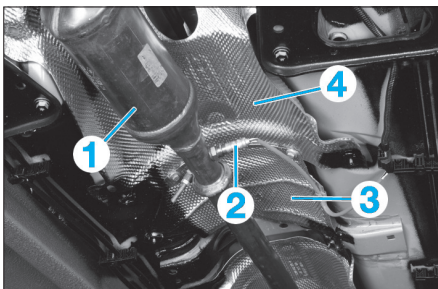

Fig. 5
- le catalyseur (1) après avoir débrancher la sonde à oxygène (2) (Fig.5),
- les écrans thermiques (3) et (4).